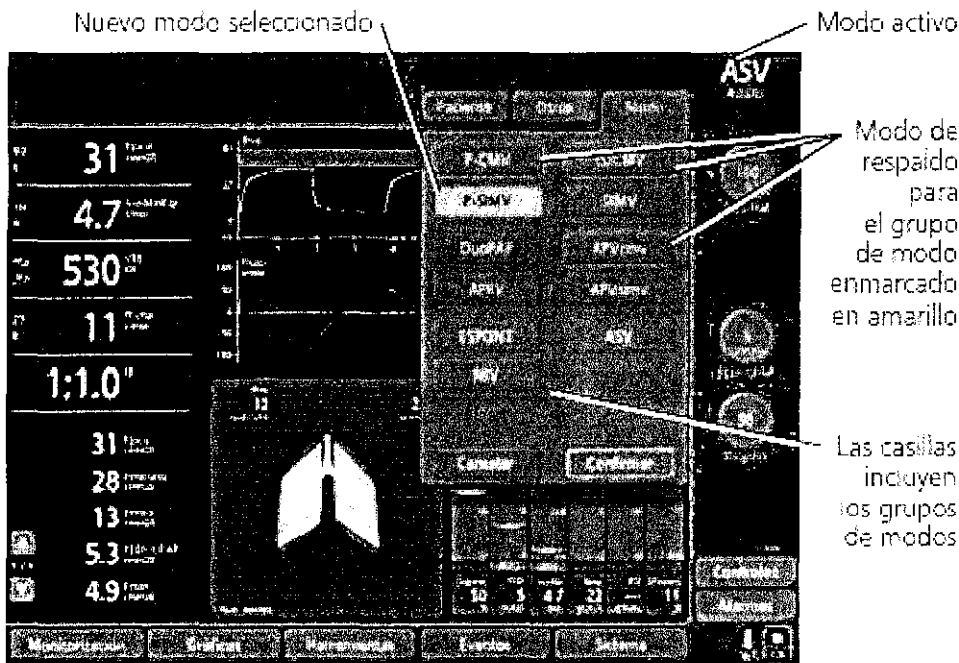

Figura 8. Ventana modo
2. Seleccione un modo. El modo enmarcado en amarillo dentro del grupo de modos es el modo de respaldo de apnea para ese grupo en particular de modos (Figura 8).